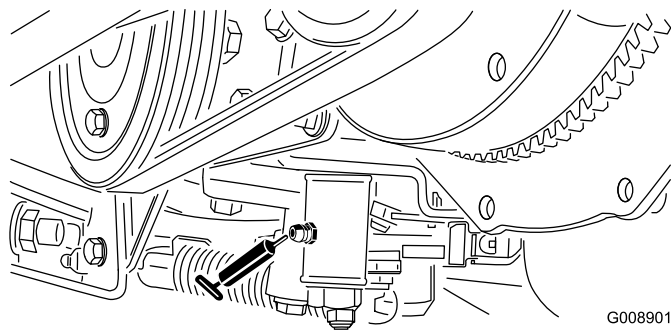

図 66
2. 後ホイールモータの下部分で機体をジャッキアップする 図 66。
- ニュートラル調整機構 図 66